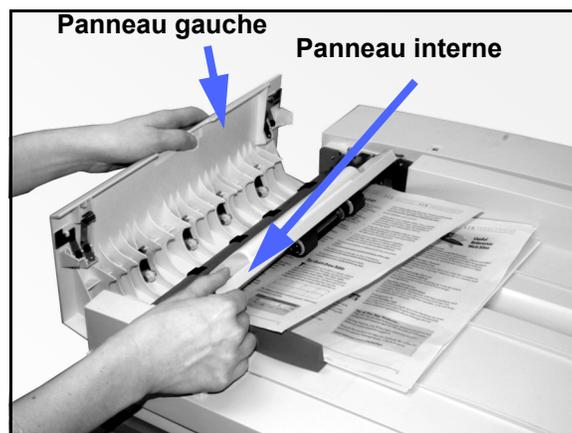

Figure 7 : Ouverture du cache gauche et panneau interne
- 1 Relevez le panneau gauche du chargeur en procédant comme indiqué à la figure 7.